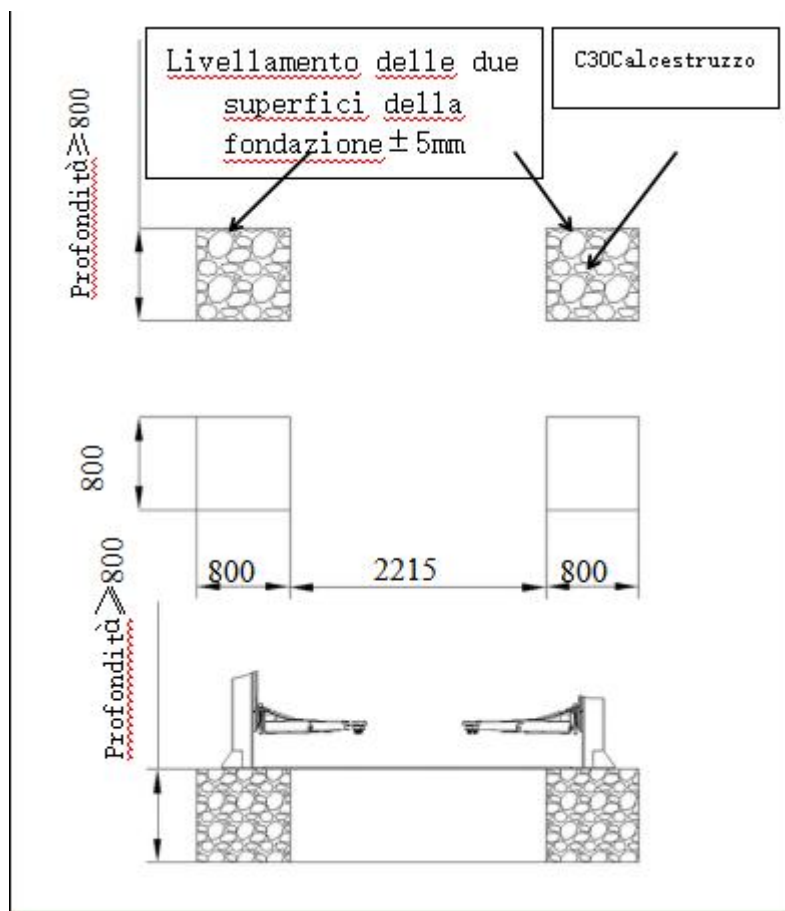

Figura 2: Schema dimensioni fondazione (unità: mm)
7.2 Il sollevatore si installa solo su soletta cementizia C30 con spessore ≥ 800 mm, errore di livellamento inferiore a 5 mm. Se il cemento è nuovo, attendere oltre 20 giorni di essiccazione prima dell'installazione (Figura 2).